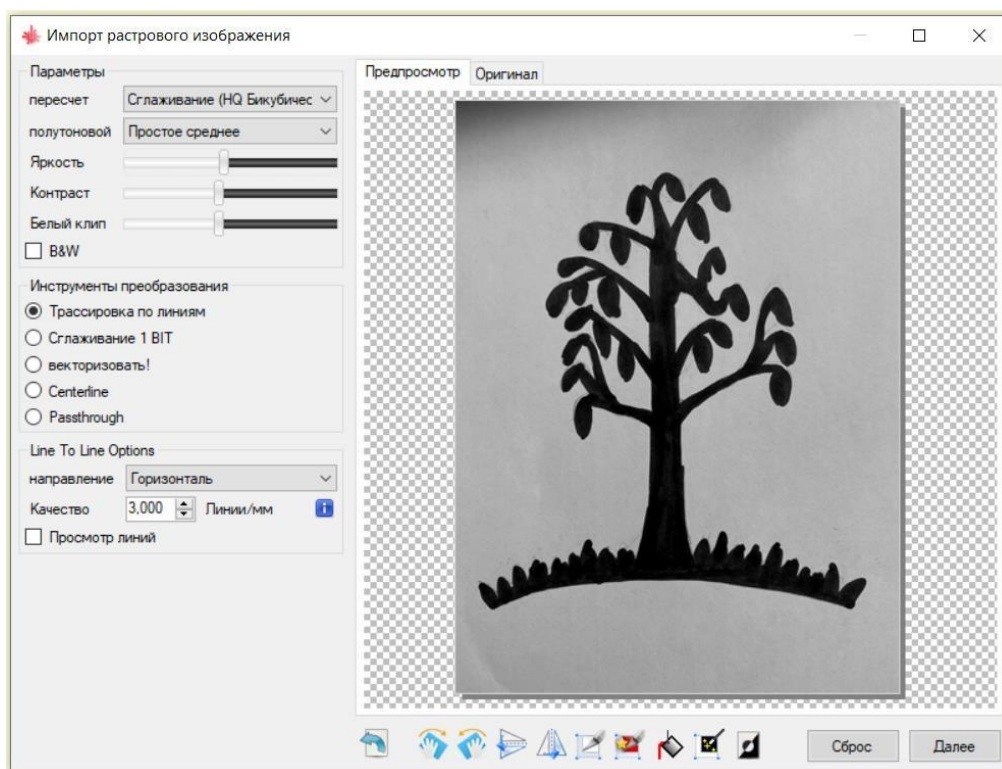

Рисунок 8 - Режим импорта растрового изображения
6. Перейдите в режим импорта растрового изображения (рисунок 8)